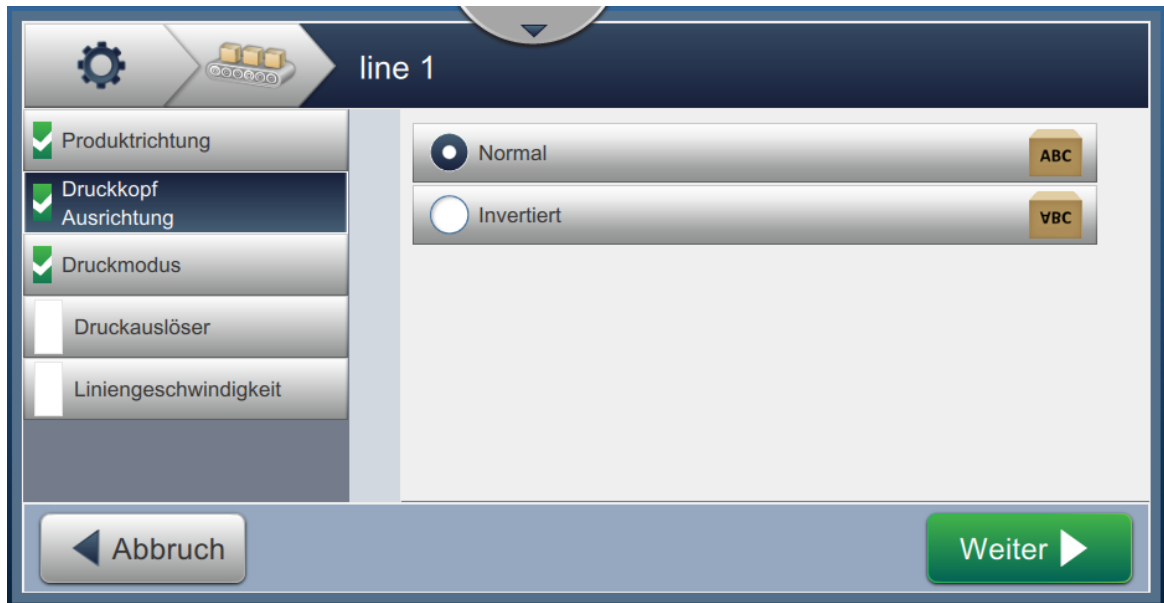

Abbildung 6-28: Linieneinrichtung – Druckkopfausrichtung
1. Wählen Sie die Druckkopfausrichtung, wie dargestellt in Abbildung 6-28.